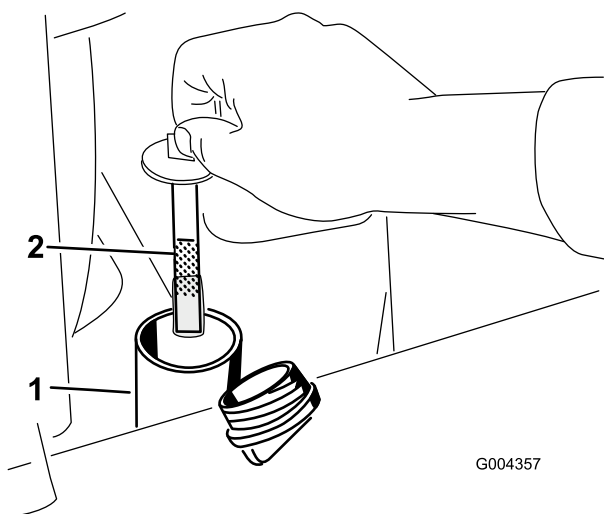

Figure 61
5. Enlevez le bouchon et la jauge du réservoir hydraulique (Figure 61).